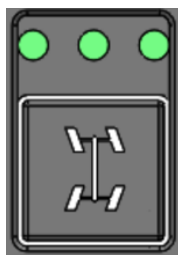

Рисунок 3.83. Кнопка выбора режима управления
Также выбрать режим рулевого управления можно через блок кнопок управления №2, см. рис. 3.83. При выборе режима руления необходимо дополнительно нажать педаль тормоза, либо включить стояночный тормоз (обязательное условие – машина должна быть заторможена).
- ▶ Нажимая кнопку «Выбор режима управления» (рис. 3.83) добиться, когда все индикаторы будут мигать.